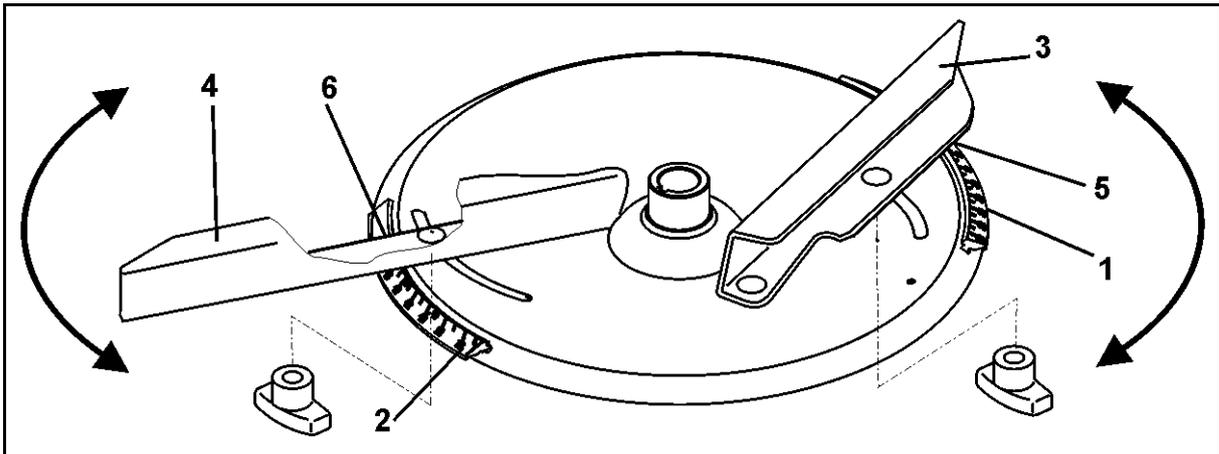

Fig. 56
Zur exakten, werkzeuglosen Einstellung der einzelnen Streuschaufelstellungen sind auf jeder Streuscheibe zwei unterschiedliche, unverwechselbare Skalen (Fig. 56/1 und Fig. 56/2) angeordnet.
- Der kürzeren Streuschaufel (Fig. 56/3) ist die Skala (Fig. 56/1) mit den Werten von 5 bis 28 und der längeren Streuschaufel (Fig. 56/4) die Skala (Fig. 56/2) mit den Werten von 35 bis 55 zugeordnet.
- Für die kurze Streuschaufel (Fig. 56/3) den Einstellwert an der Ablesekante (Fig. 56/5) ablesen.
- Für die lange Streuschaufel (Fig. 56/4) den Einstellwert an der Ablesekante (Fig. 56/6) ablesen.
- Das Verschwenken der Streuschaufeln auf einen höheren Zahlenwert der Skala (Fig. 56/1 bzw. Fig. 56/2) bewirkt eine Vergrößerung der Arbeitsbreite.